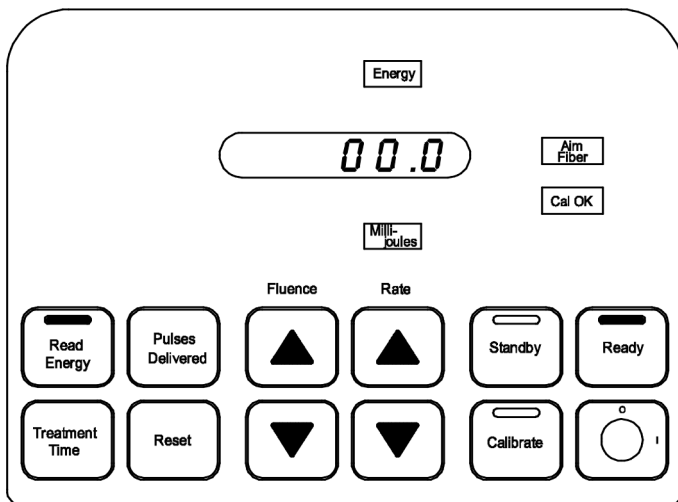

**Figur 11**
7. Mens excimerlasersystemet leverer stråler, gemmes den totale behandlingstid. For at hente behandlingstiden skal du stoppe laserstrålingen og trykke på knappen **Treatment Time** (Behandlingstid). Indikatorlampen **Min/Sec** (Min./Sek.) tændes, og den samlede behandlingstid kan ses i display-vinduet. (Figur 11)